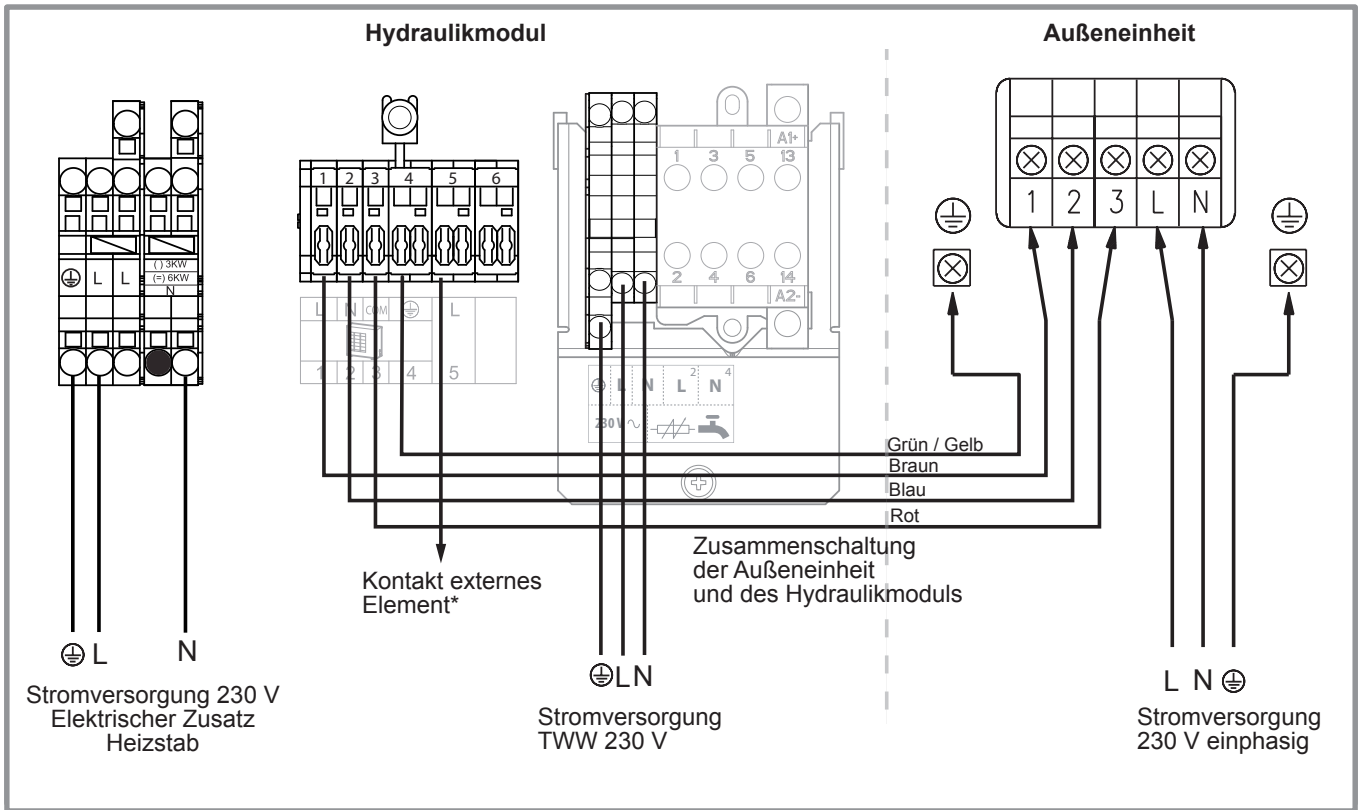

Abbildung 36 - Anschließen an die Klemmenleisten und Leistungsrelais
- Die Anschlüsse gemäß der Skizze **Abbildung 36** ausführen.